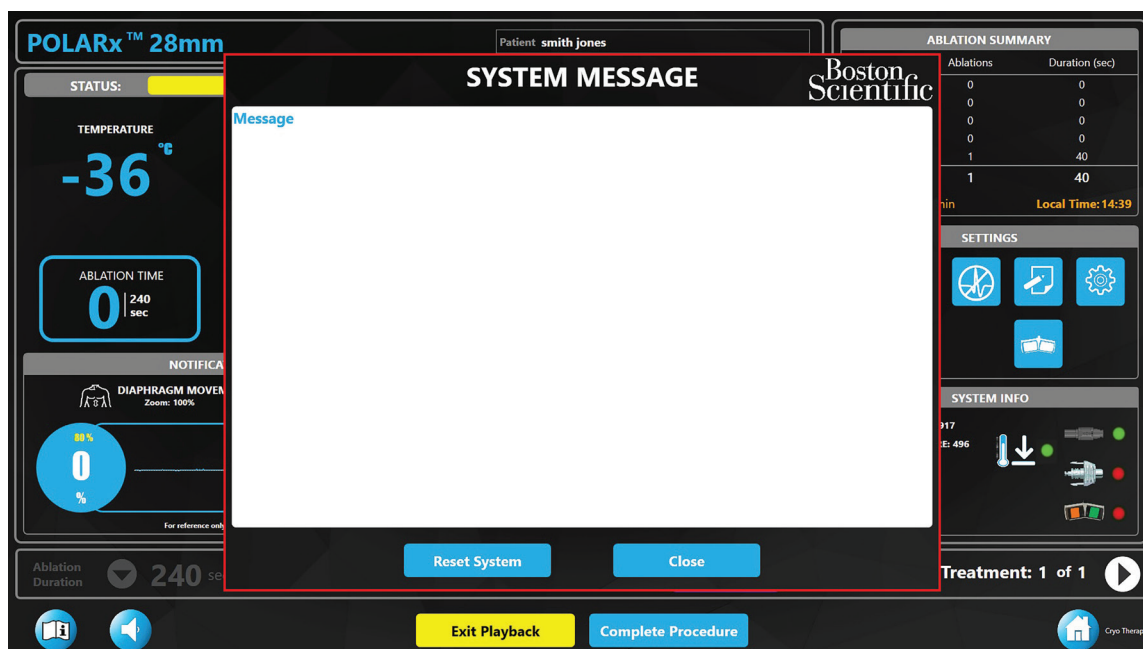

Figura 23. Messaggio di sistema eliminato
- Premere il pulsante **Close** (Chiudi) per chiudere la finestra **System Message** (Messaggio di sistema) (fare riferimento alla Figura 23).